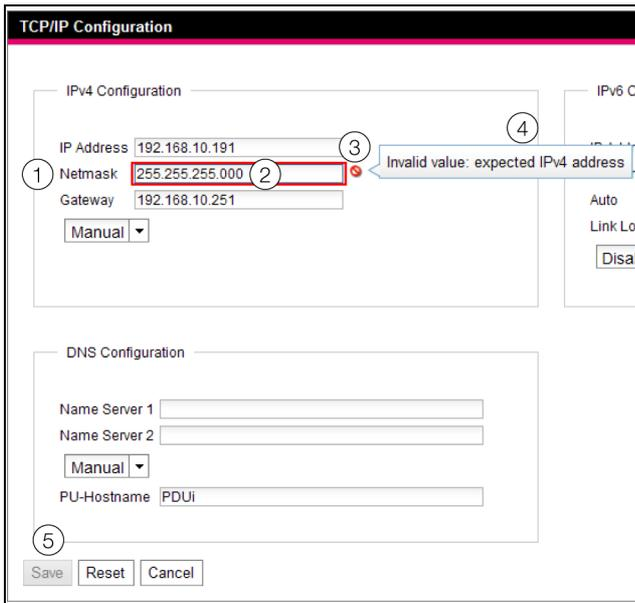

Abb. 29: Anzeige einer fehlerhaften Eingabe
- Hinter dem fehlerhaften Eintrag (Abb. 29, Pos. 2) im Feld **Netmask** (Abb. 29, Pos. 1) erscheint ein rotes „Verbotssymbol“ (Abb. 29, Pos. 3).
- Wenn Sie den Mauszeiger über das Verbotssymbol setzen, erscheint ein Hinweis mit Zusatzinformationen zum Fehler (Abb. 29, Pos. 4).
- Die Schaltfläche **Save** ist deaktiviert (Abb. 29, Pos. 5), so dass die aktuell hinterlegten Werte so nicht abgespeichert werden können.